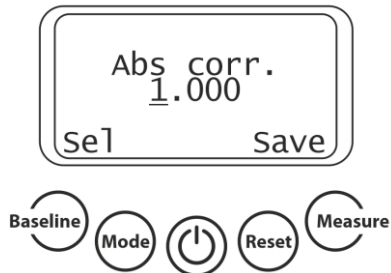

Abbildung 6. Fenster zur Einstellung des Abs-Korrekturkoeffizienten.
5.10 **Abs-Korrekturkoeffizient (Abbildung 6).**